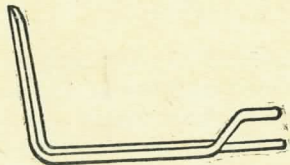

Рис. 69. Подаватель
**Подаватель** (рис. 69) служит для подачи патронов из магазина; он имеет: площадку, на которую ложится нижний патрон при наполнении магазина; зацеп, который при магазине без патронов надавливает на зуб затворной задержки и поднимает его вверх; отогнутый вниз конец, направляющий движение подавателя в магазине.